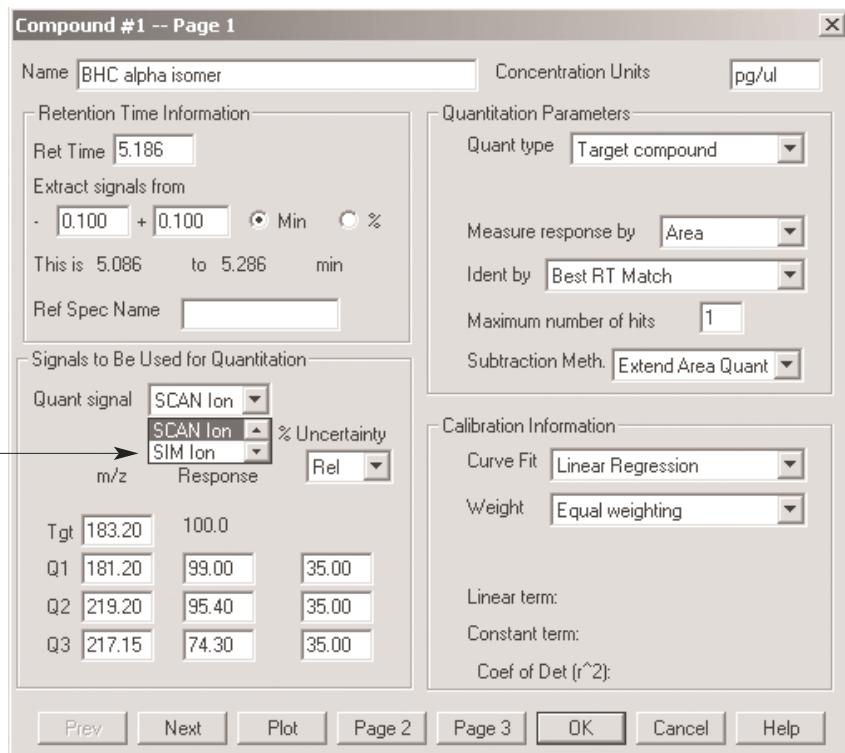

図 5. SIM/Scan の化合物定量データベース
- 次のパネルでは、データベースの定量に使用するシグナルを尋ねられます。ターゲットオプションとして常に SIM シグナルを選択する必要があります。これは、データベースで SIM データファイルを使用することにより、キャリブレーションテーブルを作成し、定量データを生成することを意味します (図 5)。